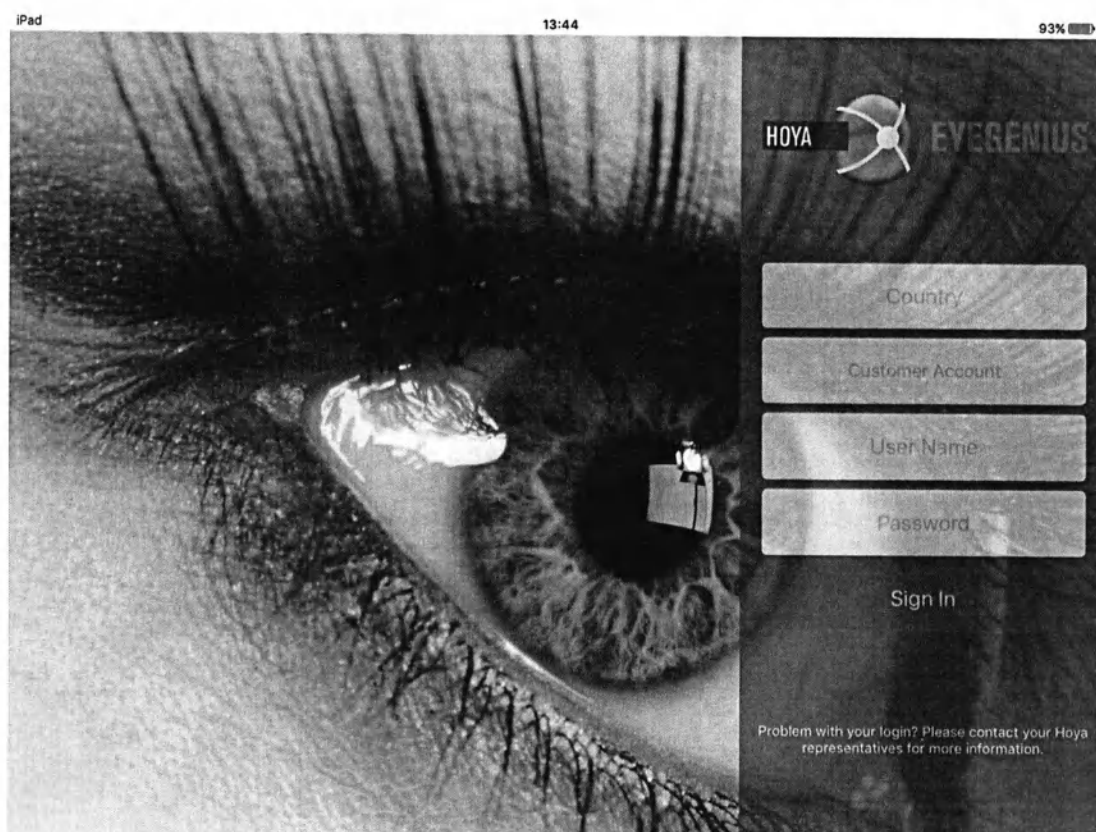

Рисунок 4-1: Экран входа в приложение iPad
- Запустите приложение EyeGenius iPad, затем войдите в систему (см. рис. 4-1).